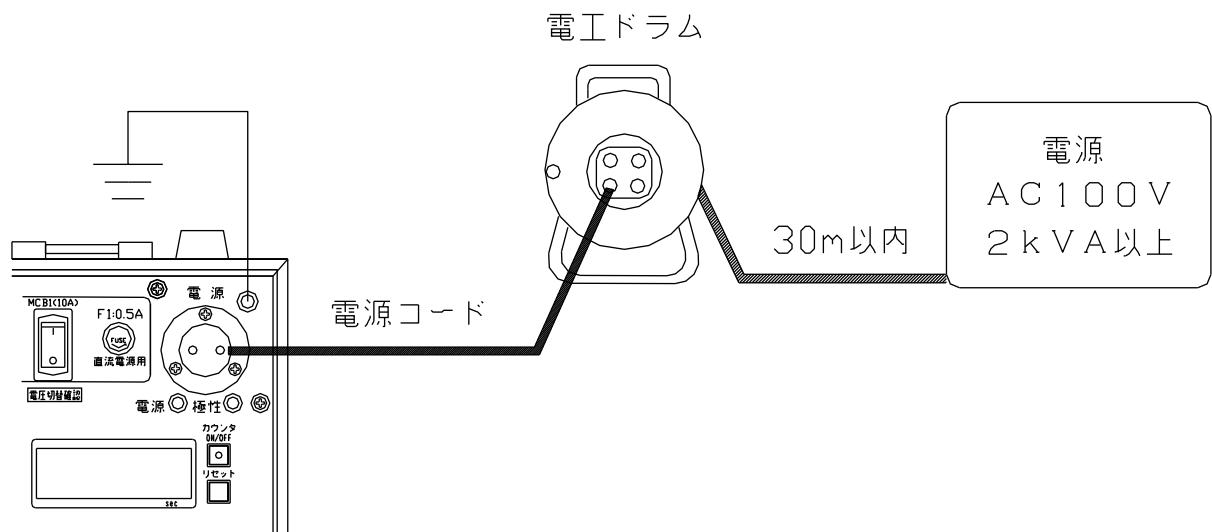

図1：電源の供給方法
2. 試験装置の電源を準備します。商用電源又は、発電機（2 kVA以上）でコードリールは30m以内にし、ドラム内に巻き残しのないようにすべて引き出して下さい。（図1）コードリール等を多く使用すると、電源のインピーダンスが高くなるため大きな電流が输出出来ない場合があります。